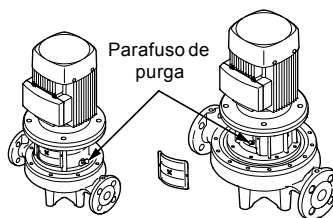

Fig. 15 Posição do parafuso de purga
1. Feche a válvula de seccionamento da descarga e desaperte o parafuso de purga no acoplamento do motor. Consulte a fig. 15.
2. Desaperte o parafuso de purga. Consulte a fig. 15.
3. Purgue a bomba durante o arranque, desaperitando o parafuso de purga no acoplamento do motor até sair um fluxo de líquido constante pelo orifício de purga. Consulte a fig. 15.